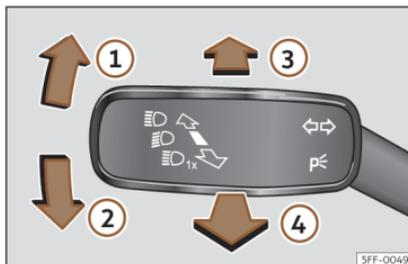

Fig. 96 Palanca de intermitentes y de luz de carretera (según versiones).
- Desde la posición base, pulse hacia delante la palanca de los intermitentes y luz de carretera»» fig. 96 .
- **O BIEN:** con la luz de carretera conectada, tire hacia atrás de la palanca de los intermitentes y luz de carretera»» fig. 96 .